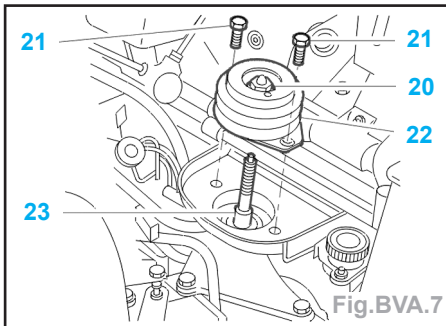
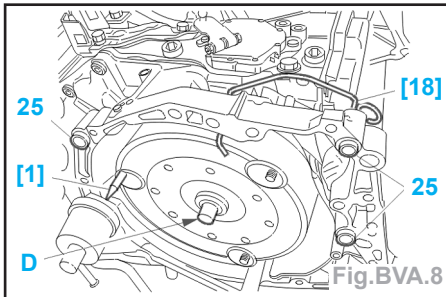
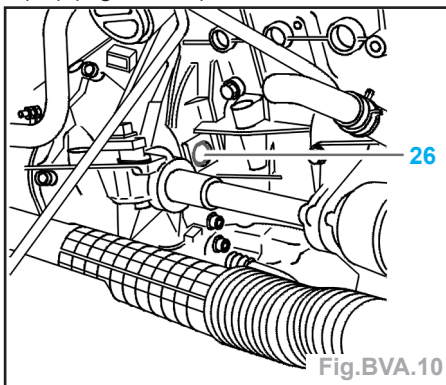

Fig.BVA.7
Fig.BVA.8
Fig.BVA.10
- Déposer (Fig.BVA.7) :
- l'écrou d'axe de boîte (20) et sa rondelle,
- les vis (21),
- la cale élastique (22),
- la vis (23).
- Mettre en place la pince de maintien [18] (Fig.BVA.8).
- S'assurer de la présence des bagues de centrage (25) (Fig.BVA.8).
- Mettre en place la pige d'accostage [1] (ref.338A).
- Faire coïncider la pige d'accostage [1] avec la tôle d'entraînement et l'ouverture (26) (Fig.BVA.10).
- Enduire de **LOCTITE FRENATANCH** l'axe de boîte (23) (Fig.BVA.7).
- Reposer l'axe de boîte (23) et sa rondelle; serrer l'axe à 5 daN.m.
- les vis de cale (21) (sans serrer).